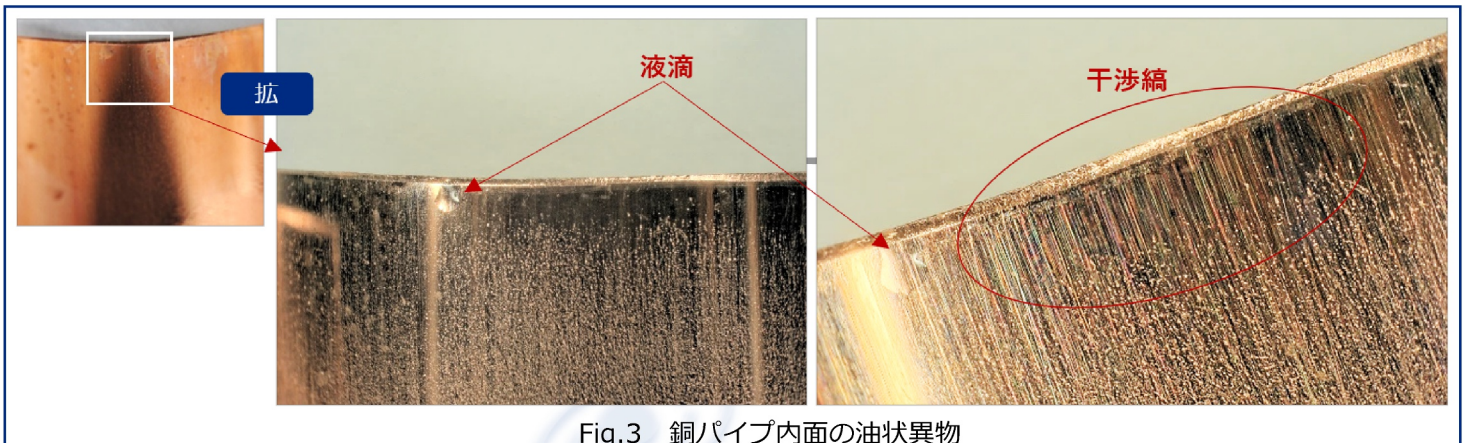

Fig.3 銅パイプ内面の油状異物
■ デジタルマイクロスコップで観察すると、微量の液滴のようなものが観察されます。さらに光の入射角度を変えて同一位置を観察すると干渉縞が見られることから、薄く付着していることが推測されます(Fig.3)。